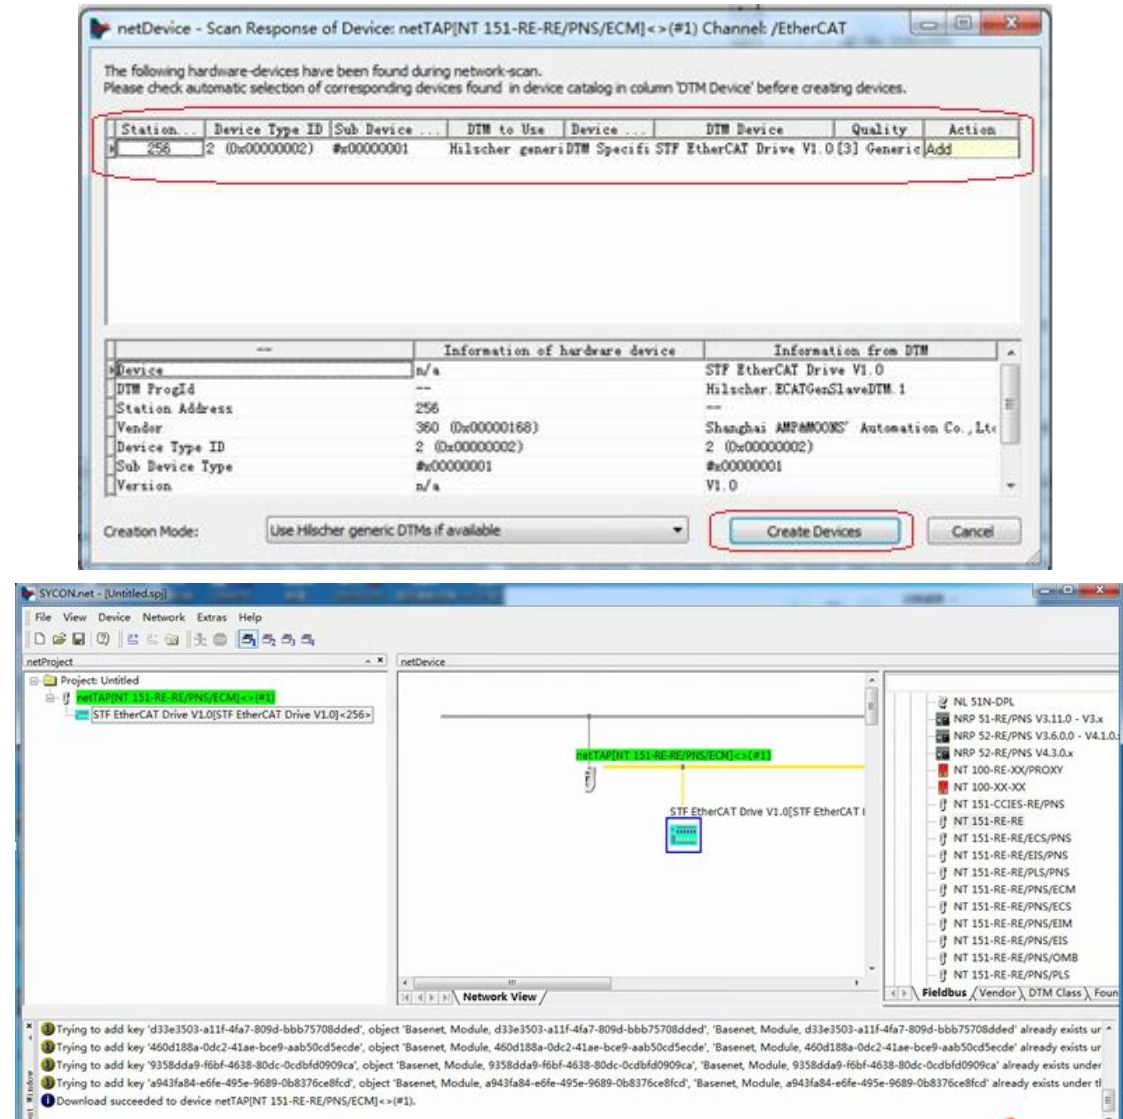

图 5.9 扫描并接受从站信息
(7) 扫描出来的信息请参考图 5.9，点击“Create Devices”进行从站设备的创建。